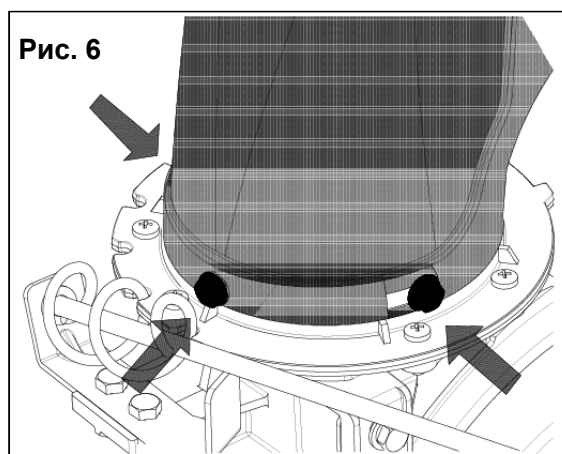

Рис. 6
4.5. Установка желоба (Рис. 6, 7, 8, 9).
- Установите желоб на посадочное место желоба, закрепите его кареточными болтами внутри и гайками снаружи Рис. 6.